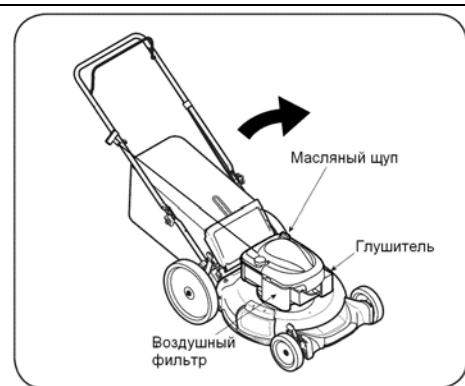

Рис. 17
3. Извлеките масляный заливки масла и слейте масло в емкость, наклонив двигатель в направлении маслоналивной горловины масла. См. Рисунок 17.